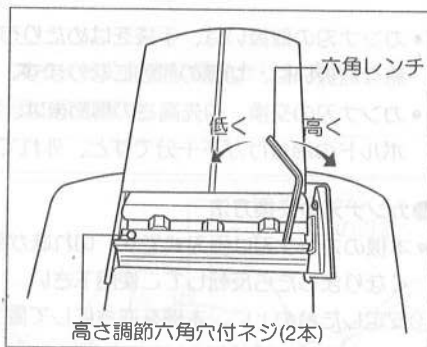

図7
- ③刃先高さ調節は、高さ調節六角穴付きネジ2本を回して行います。ネジを付属の六角レンチで右に回すと刃先は高く、左に回すと低くなります。(図7参照)